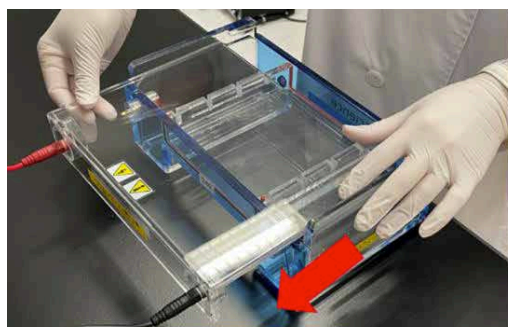

図1. フタのスライド方向
4. 泳動槽のフタはスライドすることで開閉します。フタを開けて、ゲルトレイを泳動槽にセットしてください。(図1)